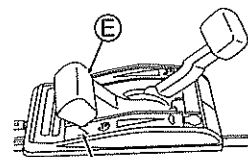

Fig. 11
3 Placez la Manette des gaz (E) sur la position Obturation "N". (Voir Fig. 11) (Vous pouvez démarrer le moteur en plaçant la manette sur "←" lorsque le moteur est chaud.)